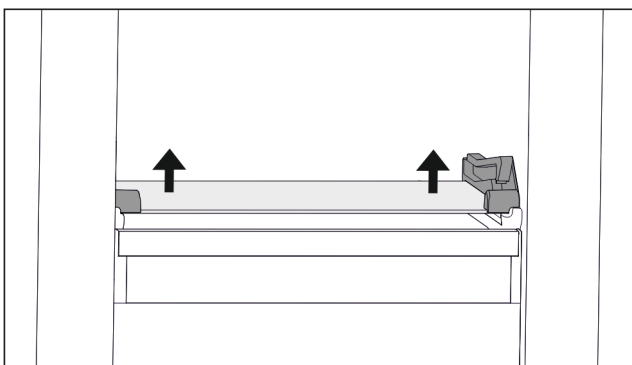

Fig. 70 Стекла́нная пластина откидного выдвижного ящика
- ▶ Нажмите на стеклянную пластину снизу вверх с обеих сторон. (см. Fig. 70)